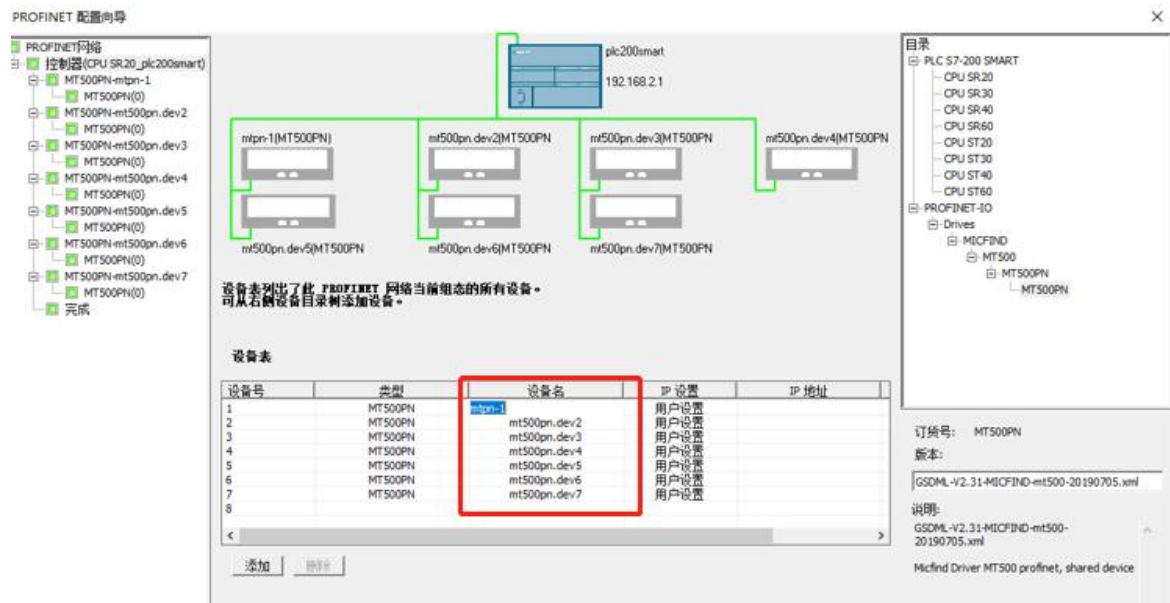

图 40 修改 PN 设备名称
(4) 如图 40 所示：修改设备名称，必须与 PN 卡内部的名称一致否则无法通讯。